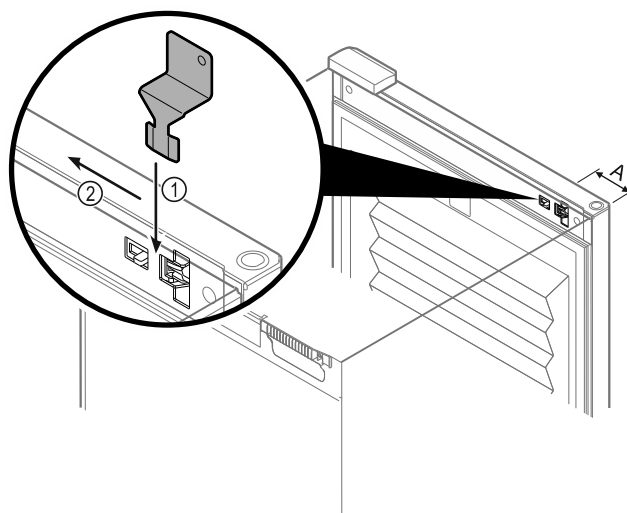

Fig. 136
- ▶ Helyezze a vészkioldó kulcsot a megadott helyre, Fig. 136 (A) ≈ 100 mm.
- ▶ Dugja be ütközésig a vészkioldó kulcsot Fig. 136 (1) fentről az ajtó és a készüléktest közé.
- ▶ Húzza a vészkioldó kulcsot a zsanér felé. Fig. 136 (2)